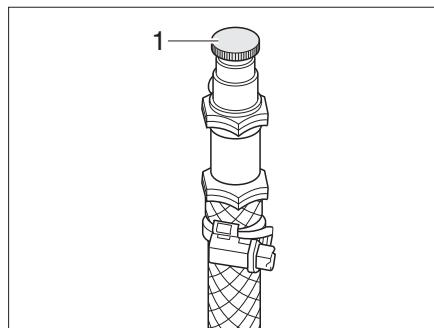

Fig. 394 Válvula de purga de la calefacción de agua caliente
- Abrir la válvula de purga (Fig. 394,1) y dejarla abierta hasta que deje de salir aire.